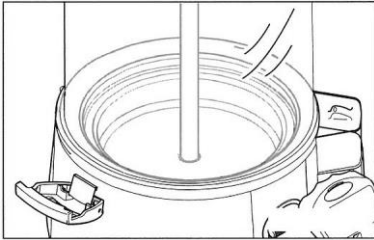

Fig. 34
5. La figure 34 présente un récipient correctement monté, il repose uniformément sur tout le bord du socle.